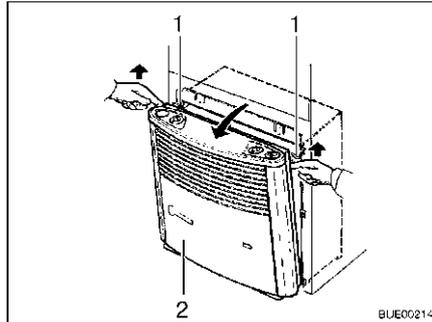

Bild 136 Heizungsverkleidung abnehmen
- Heizungsverkleidung (Bild 136,2) abnehmen. Dazu die Verkleidung oben nach vorn ziehen, Haltefedern (Bild 136,1) seitlich nach oben drücken und Verkleidung nach vorn klappen.